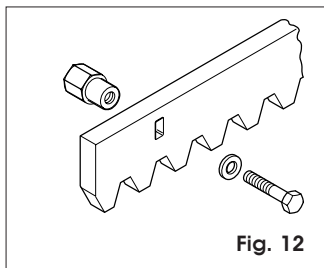

Fig. 12
5.4.1. CRÉMAILLÈRE A SOUDER EN ACIER (Fig. 12)